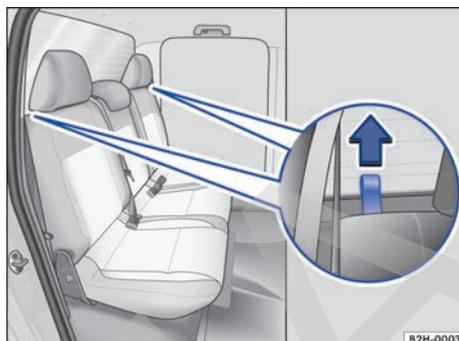
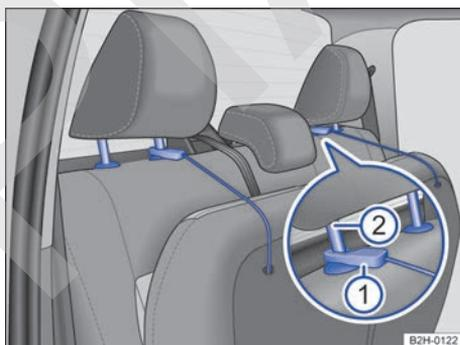

Fig. 46 Asiento trasero: lazo para desbloquear el respaldo.
Fig. 48 Asiento trasero: fijación de la banquetta en los apoyacabezas.
- Tire simultáneamente de los lazos → fig. 46 situados a ambos lados del respaldo en el sentido de la flecha y, al mismo tiempo, abata el respaldo hacia delante.
Para facilitar el desbloqueo se pueden utilizar las cintas de sujeción del asiento → fig. 48. Para ello, tire del lazo → fig. 46 y, a continuación, enganche la cinta de sujeción correspondiente en el lazo. Al desbloquear el segundo lazo, tenga cuidado para que el respaldo no baje bruscamente.
- Dado el caso, suba el apoyacabezas → página 51 y enganche la cinta → fig. 48 ① en la barra interior del apoyacabezas ②.